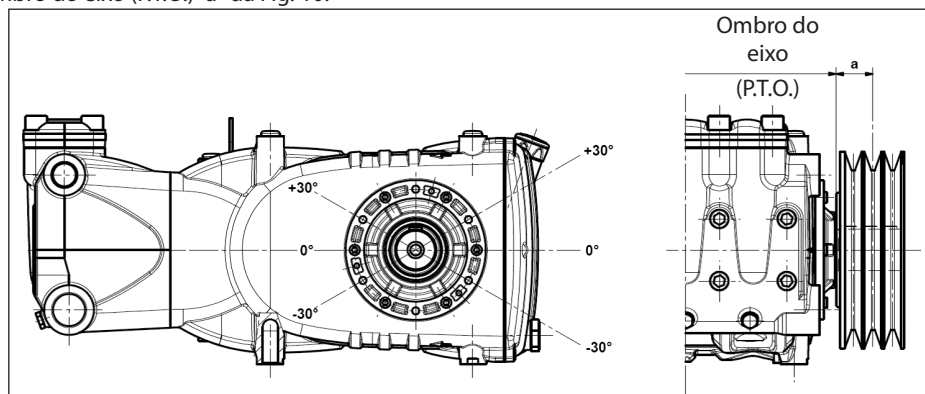

Fig. 10
A carga radial sobre o eixo não deve ser superior a 4500 N (valor necessário para a definição do layout). A transmissão é considerada adequada se tal carga é aplicada a uma distância máxima de **a = 50 mm** do ombro do eixo (P.T.O), conforme indicado na Fig. 10.
- b) Use correias de alto rendimento - por exemplo **XPB** ao invés de **SPB** - pois será necessário uma quantidade inferior de correias com a mesma potência transmitida e uma consequente distância inferior do resultante em relação ao ombro do eixo (P.T.O.) "a" da Fig. 10.